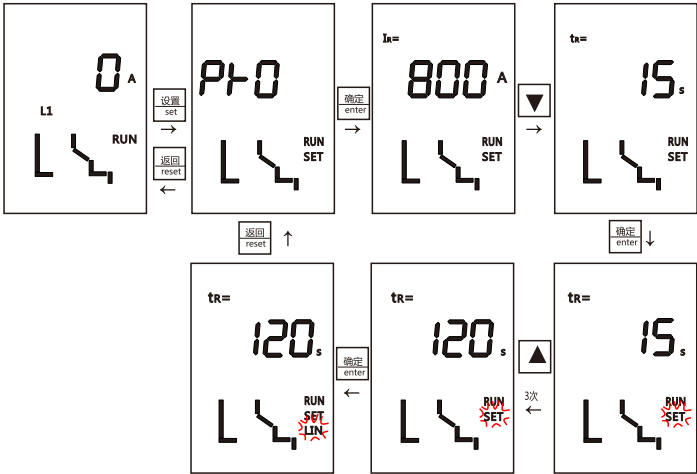
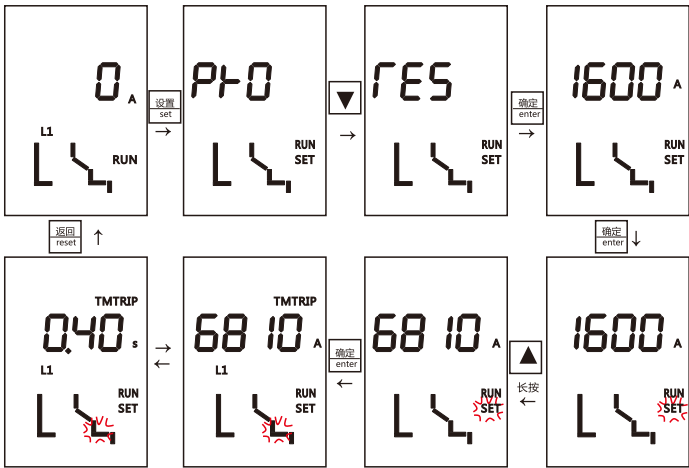
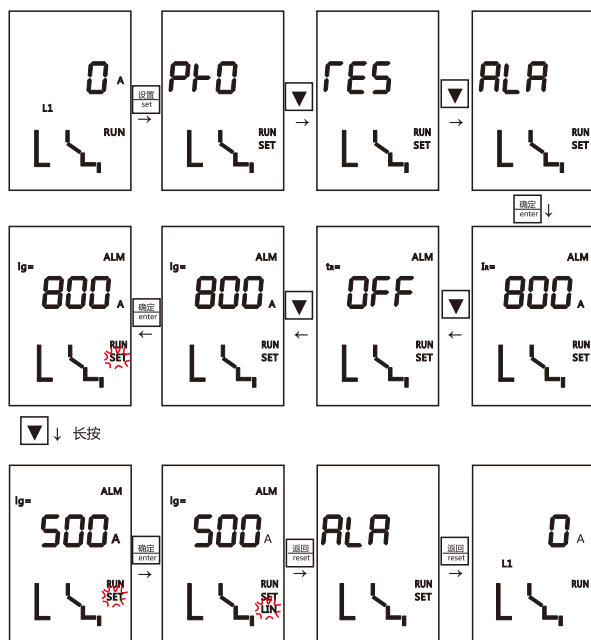

图50 修改长延时设定时间操作
图51 软件模拟短延时脱扣试验操作
图52 设置接地报警电流阈值操作
7.6.6.5.2 设置状态：缺省界面按“设置”按键，进入设置状态，在设置状态可查询及修改电流保护参数，可进行软件模拟试验脱扣，可查询及设置过载预警、接地报警阈值及延时时间。设置状态“SET”指示灯长亮或闪亮，闪亮时可按“▲”或“▼”按键对数据进行加或减操作，按“确认”键存储数据。示例见图50、图51、图52